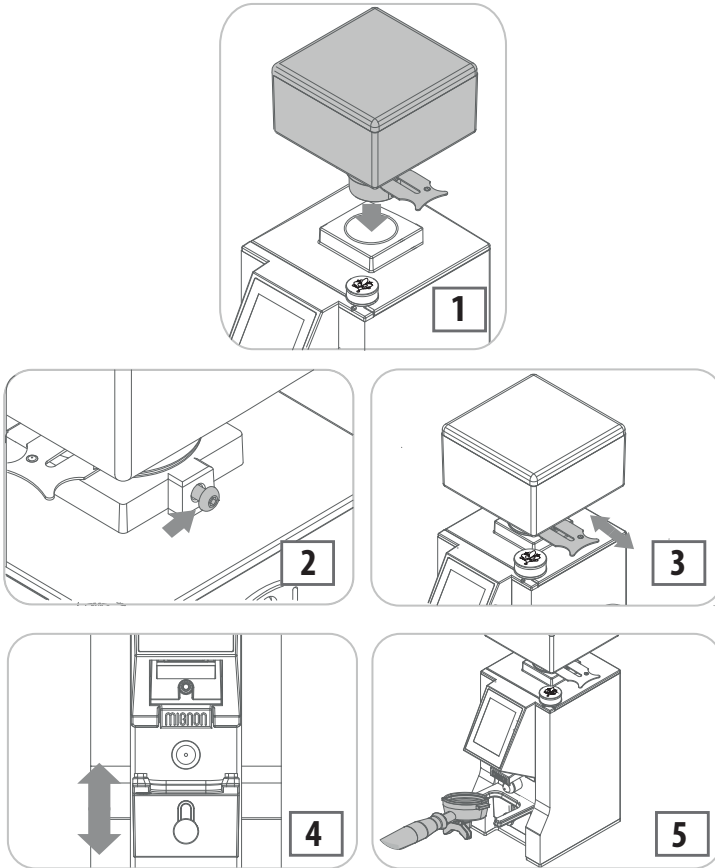

Fig. 7.1 - 试运转
- 将咖啡豆盒插入其座中（1 -Fig. 7.1），使其孔位对准背面的螺钉（2 -Fig. 7.1）。
- 按下卡舌，防止咖啡豆通过（3 -Fig. 7.1）。
- 松开旋钮（4 -Fig. 7.1）以调节过滤筛叉的高度。搅拌叉达到所需高度后，再次拧紧旋钮。